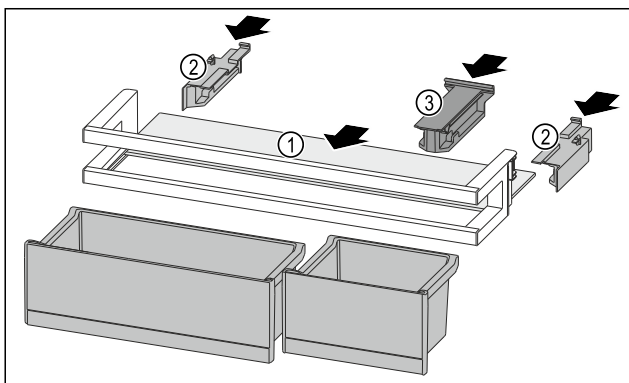

Fig. 242
- ▶ Вдвиньте съемную полку Fig. 242 (1) в боковые пазы.
- ▶ Установите боковые части Fig. 242 (2).
- ▶ Смонтируйте крепление Fig. 242 (3).